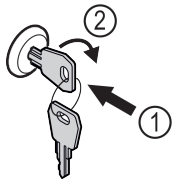

Fig. 182 Beispielhafte Darstellung
- ▶ Schlüssel hineindrücken Fig. 182 (1).
- ▶ Schlüssel um 90° im Uhrzeigersinn drehen Fig. 182 (2).